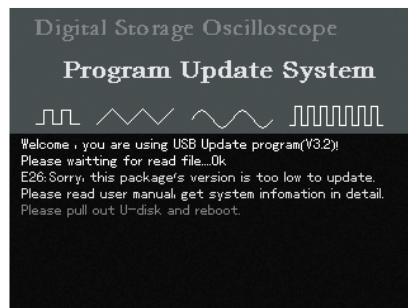

图5-14
9、升级时，读取程序升级包信息，发现升级文件的软件版本低于当前示波表的软件版本时，将出现图5-14所示，提示“程序升级包的软件版本低于当前示波表的软件版本，请阅读用户手册，在UTILITY的系统信息菜单中查阅示波表的软件版本，并获得大于或等于当前示波表软件版本的升级包。请拔出U盘，重启示波表”。